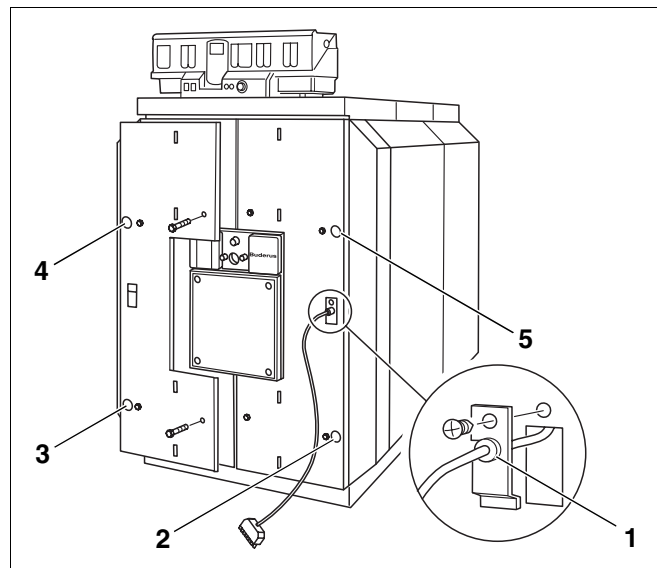

Abb. 57 Brenner­türverkleidung montieren
- Brennerkabel mit der Zugentlastung in die Kabeldurchführung einrasten (Abb. 57, **Pos. 1**).
- Brenner­türverkleidung von vorne auf die Brenner­tür aufsetzen und mit vier Maschinenschrauben an dieser anschrauben (Abb. 57, **Pos. 2 bis 5**).